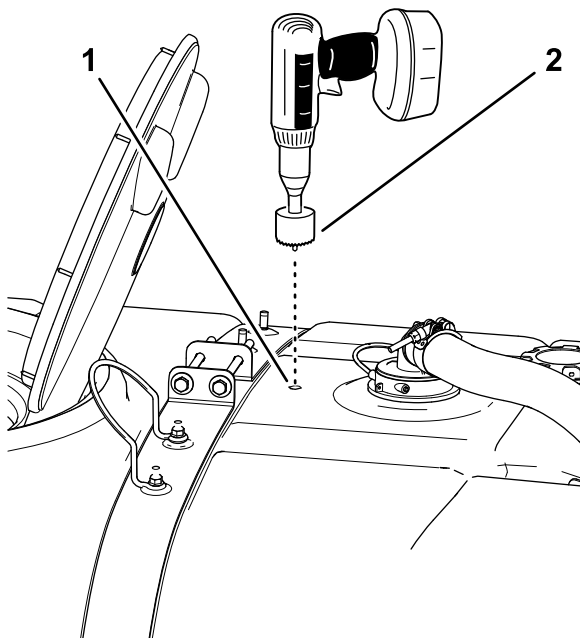

図 18
4. 円形ノコを使ってマークのところに穴を切る45mm 図 18。